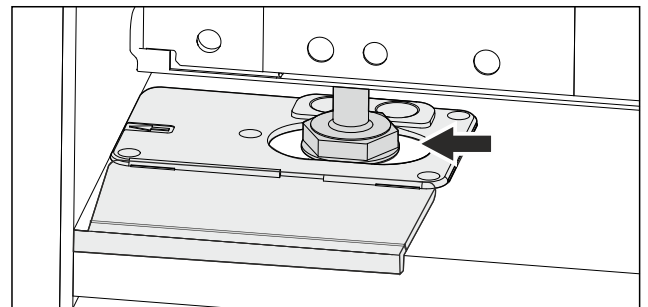

Fig. 45
- Suuntaa laite säätöjalkojen avulla. Fig. 45 ()